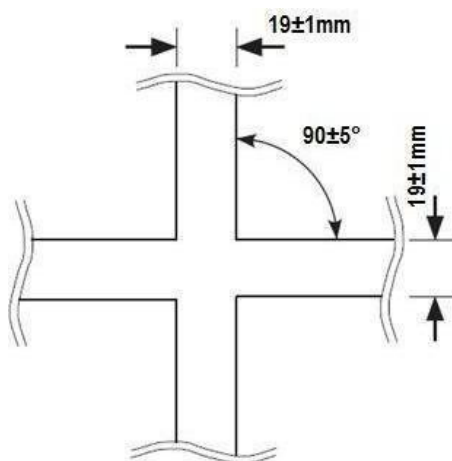

Figura 1: ângulo do cruzamento e espessura da linha.
- Não serão aceitas reclamações sobre a aderência da pista, desde que seja respeitado o item 4.2.
- Quando houver um cruzamento, o ângulo de intersecção das linhas será de $90 \pm 5^\circ$ (vide figura 1). As partes das linhas 250 mm antes e 250 mm depois do cruzamento serão retas.